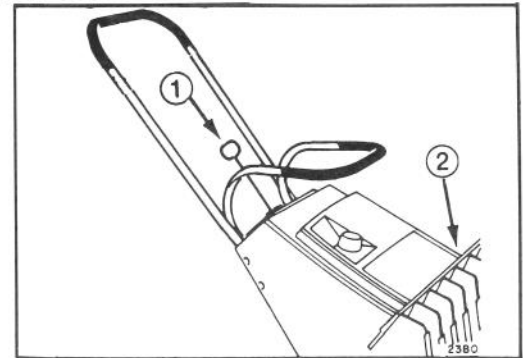

Abb. 5
1. AUSWURFVERSTELLUNG (Abb. 5) — Um die beste Auswurfleistung zu erzielen, sollten die Schaufel senkrecht gehalten werden. Der Schnee kann jedoch nach links oder rechts geworfen werden, indem man einfach den Schaufelbedienungshebel dreht. Die Schneefräse mit den Schaufeln in senkrechter Stellung aufbewahren.